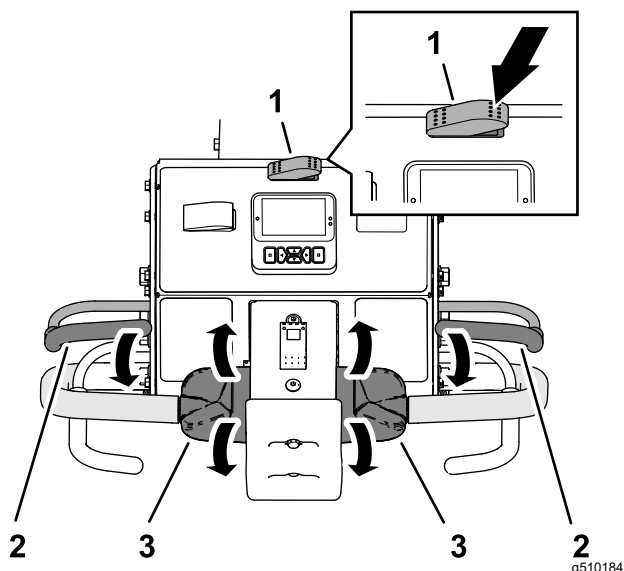

Figura 80
3. Pulse el lado derecho del interruptor de transporte/aireación hasta la posición de AIREACIÓN (Figura 80).
5. Agarre el manillar izquierdo o derecho y la barra de presencia del operador (Figura 80) y apriete la barra hacia el manillar.